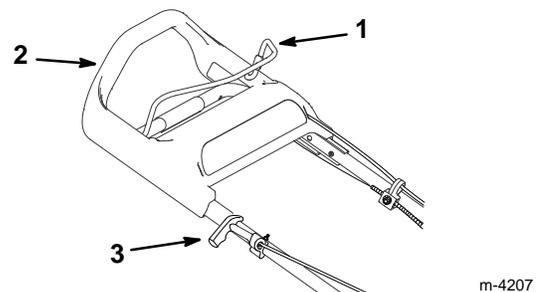

Figure 8
2. Serrer la barre de commande de lame contre le mancheron (Fig. 8).
3. Tirer lentement la poignée du lanceur jusqu'à ce qu'on sente une résistance, puis la tirer vigoureusement (Fig. 8). Laisser la poignée du lanceur revenir lentement jusqu'au mancheron.